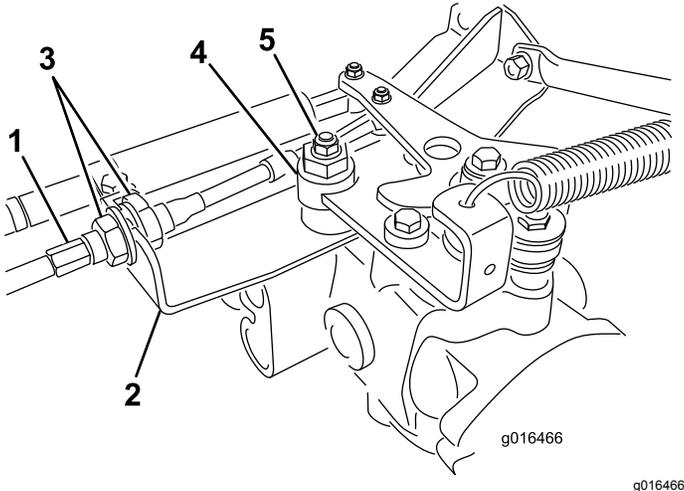

Figura 40
- A. Afloje las dos contratuercas que fijan el cable de control de tracción a la escuadra del hidrostato (Figura 40). Asegúrese de aflojar ambas contratuercas uniformemente, y lo suficiente como para permitir el ajuste.
Nota: Afloje la tuerca que sujeta el excéntrico a la parte superior del hidrostato (Figura 40).
- E. Cuando la rueda deje de girar, apriete la tuerca para bloquear el excéntrico y el ajuste (Figura 40).
- G. Desde cada lado de la escuadra, apriete las contratuercas uniformemente, fijando el cable de tracción a la escuadra (Figura 40). No tuerza el cable.